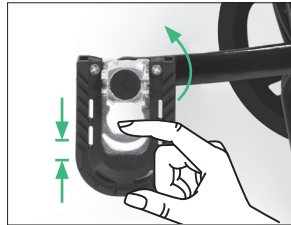

Imagen 2
- 3- Gira los pedales a su posición horizontal (imagen 2).